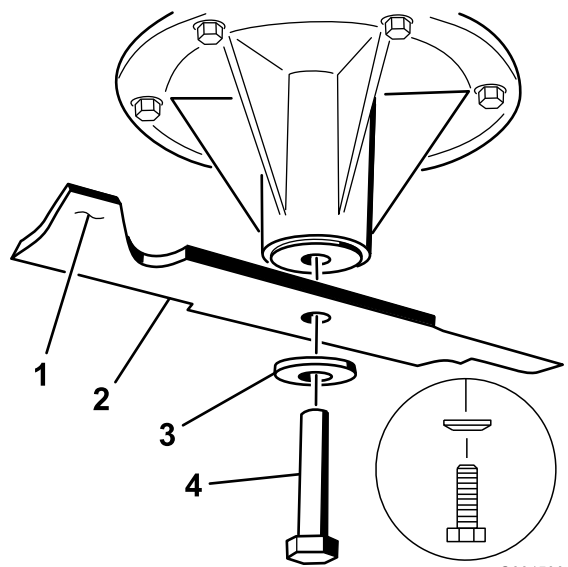

Figura 99
1. Instale la cuchilla en el eje (Figura 99).
2. Instale la arandela de muelle y el perno de la cuchilla (Figura 99).
**Nota:** El cono de la arandela de muelle debe estar orientado hacia la cabeza del perno (Figura 99).